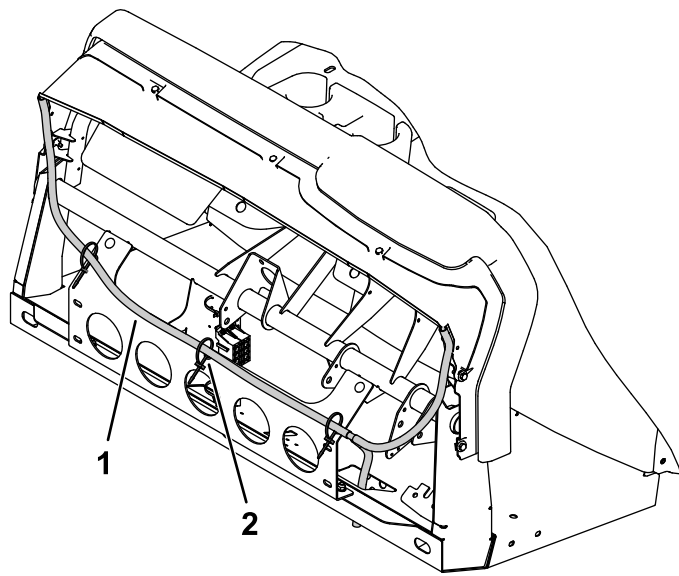

Bild 43
5. Fangen Sie an der Passagierseite an und verlegen Sie den angeschlossenen durchsichtigen Schlauch durch die Bodenplatte (mit dem Kupplungspedal) zur Fahrerseite der Maschine (Bild 43).
6. Befestigen Sie den angeschlossenen durchsichtigen Schlauch mit den drei magnetischen Kabelbinderbefestigungen und drei Kabelbindern (Bild 43).